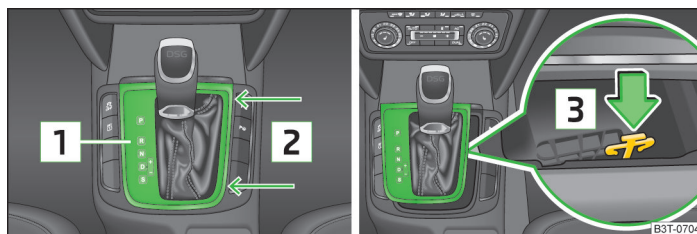

Fig. 194 Desbloqueo de emergencia de la palanca selectora
- Coger la cubierta **1** en la zona de las flechas **2** » fig. 194 y tirar con cuidado de ésta hacia arriba.